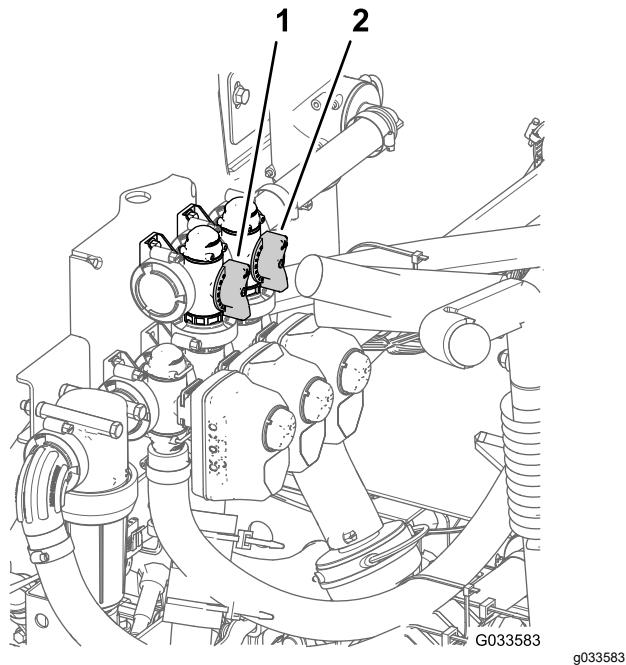

Figure 87
- Réglez la vanne de dérivation (Figure 87) à l'arrière de la vanne d'agitation jusqu'à ce que la pression indiquée au manomètre soit 6,9 bar (100 psi).
- Modèle HDX-Auto** – sélectionnez la position stationnement (P).
- Tournez plus ou moins la poignée de la vanne de dérivation générale des sections pour réguler l'agitation à l'intérieur de la cuve (Figure 87).